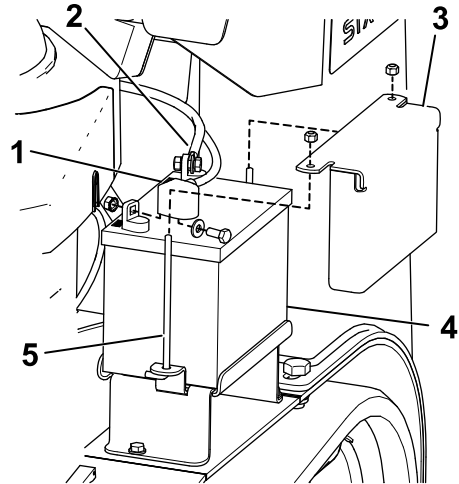

Figura 42
3. Levante la cubierta de goma negra del cable negativo. Desconecte el cable negativo del borne negativo (-) de la batería (Figura 42).
4. Retire la cubierta de goma roja del borne positivo (rojo) de la batería. Luego retire el cable positivo (rojo) de la batería (Figura 42).
5. Retire la pletina de sujeción, los pernos en J y las contratuerca que sujetan la batería (Figura 42), y retire ésta.
1. Usando las fijaciones que retiró anteriormente, conecte el cable positivo (rojo) al borne positivo (+) de la batería (Figura 42).
3. Usando las fijaciones que retiró anteriormente, conecte el cable negativo (negro) al borne negativo (-) de la batería (Figura 42).
4. Sujete la batería con la barra y las tuercas de orejeta (Figura 42).